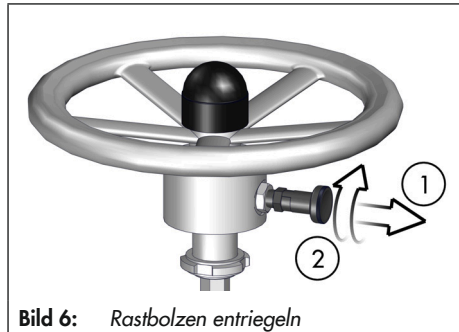

Bild 6: Rastbolzen entriegeln
1. Rastbolzen erst vorziehen und dann um 90° drehen, vgl. Bild 6. Durch die Drehung verharrt der Rastbolzen in der entriegelten Position.